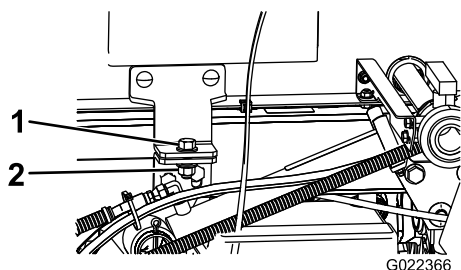

Рисунок 98
- Выверните предохранительные болты из передней части рамы (Рисунок 98).